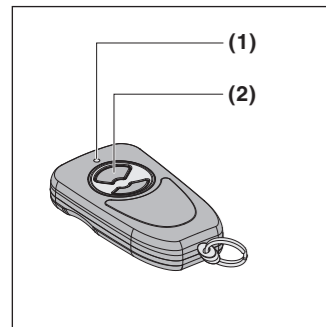

Fig. 1
2 Gerätebeschreibung (Fig. 1)
4.2 Den Handsender verwenden (Fig. 1)
- ▶ Die Taste (2) am Handsender drücken. Die mit der Taste verbundene Funktion (z. B. Tor auf / zu) wird ausgeführt.
2 Description de l'appareil (fig. 1)
4.2 Utilisation de l'émetteur (fig. 1)
- ▶ Appuyez sur la touche (2) de l'émetteur. La fonction liée à cette touche (par exemple ouverture/fermeture de la porte) s'exécute.